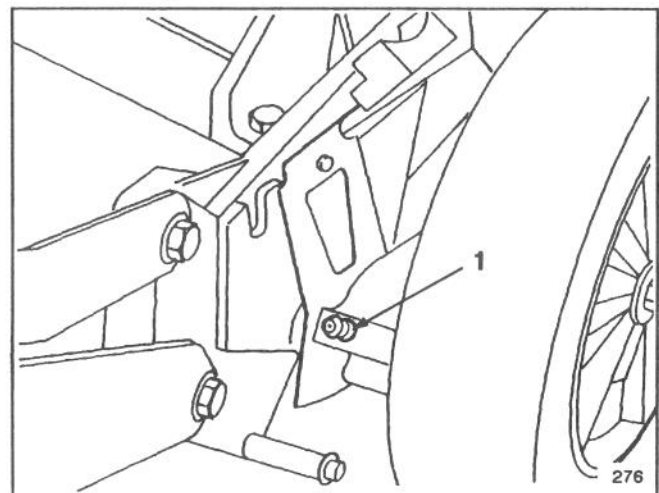

Abb. 28
2. Die Verstellhebel für die Schnitthöhe der Hinterräder auf "C" einstellen. Alle Schmiernippel mit einem Lappen sauberwischen (Abb. 28). Eine Fettpresse ansetzen und in jeden Nippel zwei bis drei Hübe Mehrzweckfett #2 auf Lithiumbasis einpressen. Zu starker Druck kann die Abdichtungen beschädigen.